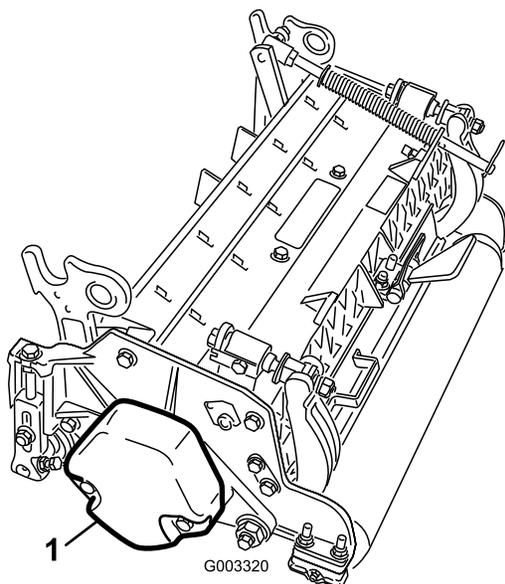

Рисунок 4
4. Убедитесь в том, что противовес (Рисунок 4) установлен с соответствующего конца режущего блока, как описано в *Руководстве для оператора*.